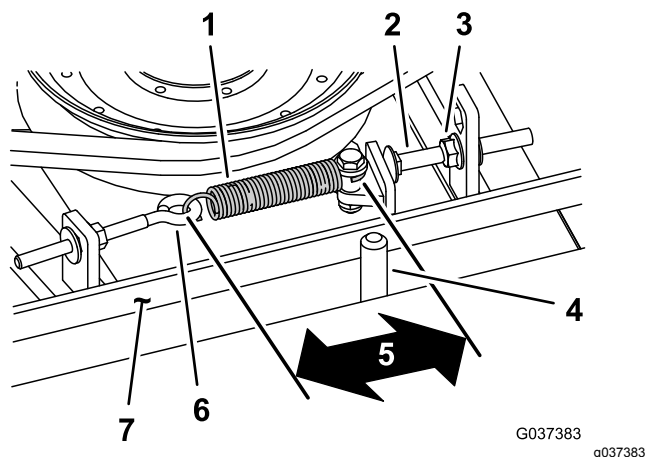

Figure 113
Lorsque le ressort d'extension est correctement tendu, l'intérieur doit mesurer (d'un crochet à l'autre) entre 8,3 et 9,5 cm. Lorsque le ressort est correctement tendu, ajustez le boulon de butée (boulon de carrosserie) jusqu'à obtention d'un jeu d'environ 2 à 5 mm entre la tête du boulon et le bras de tension (Figure 113).
Remarque: La courroie doit être placée du côté ressort du guide (Figure 113).
2. Desserrez le boulon à œil (Figure 113).
3. Desserrez l'écrou à embase qui fixe le boulon de butée à la patte de montage, et écarterez la poulie de tension de la courroie (Figure 113).
9. Raccrochez le ressort d'extension (Figure 113) au boulon à œil et tendez la courroie comme suit :